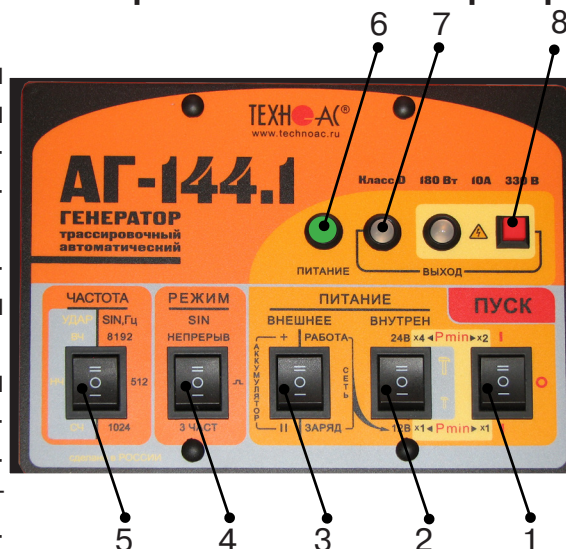

рис. 3.3
Включить питание клавишей включения питания поз.1 **рис.3.3** в одно из положений «I», в зависимости от выбираемой мощности. При свечении индикатора «Питание» поз.6 желтым цветом следует зарядить внутренние аккумуляторы, свечение зеленым цветом - можно приступать к работе.
1) Открыть крышку. Выбрать переключателем «ЧАСТОТА» поз. 5 **рис.3.3** необходимую частоту синусоидальной генерации (512 / 1024 / 8192Гц).
2) Выбрать переключателем «РЕЖИМ SIN» поз. 4 **рис.3.3** необходимый вид синусоидальной генерации (непрерыв//3част).
Переключатель поз.3 **рис.3.3** установить в положение «работа».
Переключателем напряжения внутреннего питания поз.2. **рис.3.3** установить первый коэффициент выбора мощности генерации.
4) Включить питание клавишей включения питания поз.1 **рис.3.3** в положение соответствующее второму коэффициенту выбора мощности
5) Начнется генерация и автосогласование с постепенным возрастанием напряжения на выходе. Здесь следует наблюдать за цветом индикатора «ВЫХОД» поз.7 **рис.3.3**. Если автосогласование закончилось зеленым свечением – заданная мощность достигнута. Если желтым – сопротивление нагрузки слишком велико для заданной мощности при выходном напряжении ограниченном «по умолчанию» на «безопасном» уровне 24 В.
1) Выключить питание генератора клавишей включения питания поз.1 **рис.3.3**, установив ее в положение «0».